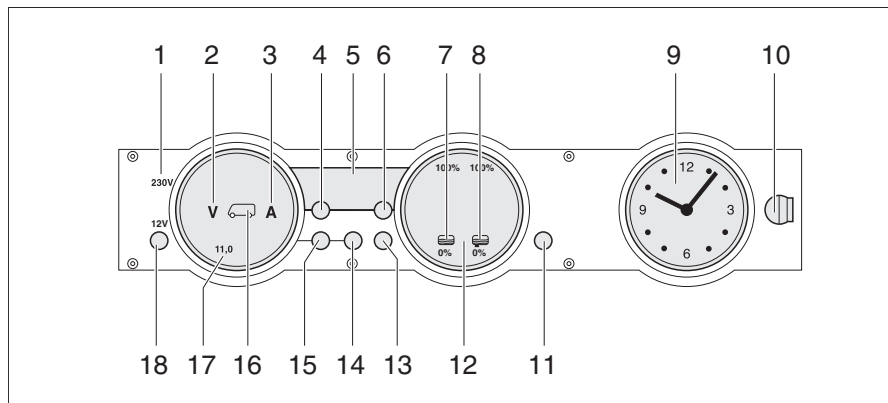

Bild 249 Panel MP 20-T
230 V-kontrollampan (Bild 249,1) lyser när nätspänningen ligger på el-blockets ingång.
Med huvudbrytaren 12 V (Bild 249,18) kopplas panelen och bodelens 12 V-försörjning till eller från.
- Tryck kort på knappen "12 V" (Bild 249,18). 12 V-försörjningen för bodelen är påslagen. Kontrollampan "12 V" lyser.
- ▷ Efter aktivering av försörjningen: om lysdioden "11,0" för voltindikeringen samt symbolen volt "V" (Bild 249,2) på indikeringsinstrumentet för batterierna (Bild 249,17) blinkar är bodelsbatteriets spänning för låg. Ladda batteriet.
- ▷ Efter aktivering av försörjningen: om kontrollampan "12 V", symbolen bodelsbatteri (Bild 249,16) och symbolen volt "V" (Bild 249,2) blinkar tre gånger är batterifrånkopplingen aktiverad. Avaktivera batterifrånkopplingen.
- Tryck kort på knappen "12 V" (Bild 249,18). 12 V-försörjningen för bodelen är avstängd. Kontrollampan "12 V" slocknar.
- Tryck på knappen bodelsbatteri (Bild 249,14) och håll den intryckt i ca 10 sekunder. Symbolerna volt "V" (Bild 249,2) och ampere "A" (Bild 249,3) blinkar tre gånger. Bodelsbatteriet är frånkopplat från 12 V-nätet.
- Tryck på knappen "12 V" (Bild 249,18) och håll den intryckt i ca 5 sekunder. Symbolen volt "V" (Bild 249,2) blinkar tre gånger. Bodelsbatteriet är anslutet till 12 V-nätet. Kontrollampan tänds efter ca 2 sekunder.
- Tryck på knappen bodelsbatteri "🔋" (Bild 249,14). Symbolen volt "V" (Bild 249,2) lyser. Symbolen ampere "A" är vit eller röd beroende på laddning eller urladdning. Batterispänningen och strömmen för bodelsbatteriet visas via lysdioderna på indikeringsinstrumentet.
- Tryck på knappen startbatteri "🔋" (Bild 249,15). Symbolen volt "V" (Bild 249,2) lyser. Startbatteriets spänning visas via lysdioderna på indikeringsinstrumentet.
- Tryck på knappen tank  (Bild 249,13). Symbolerna vattentank  (Bild 249,7) och avloppstank  (Bild 249,8) lyser. Nivån i vattentanken (vänster skala) och i avloppstanken (höger skala) visas via lysdioderna på indikeringsinstrumentet.
Symbolen volt "V" (Bild 249,2) och lysdioden "11,0" blinkar när batteriets spänning sjunker under 11 V (mätning under pågående drift) och det finns risk för en djupurladdning.
Symbolen vattentank "🚰" (Bild 249,7) eller symbolen avloppstank "🚽" (Bild 249,8) blinkar när vattentanken är tom eller när avloppstanken är full.